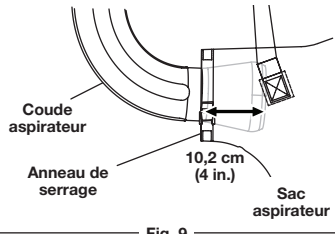

Fig. 9
1. Cherchez la petite ouverture dans le sac aspirateur. Insérez la partie évasée du coude aspirateur environ 4 pouces (10 cm) dans la petite ouverture. (Fig. 9)